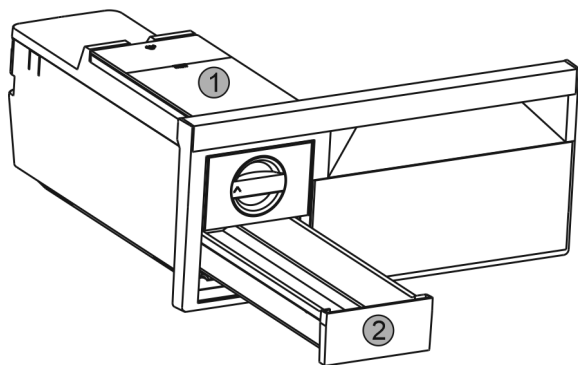

Fig. 37
- ▶ Извлечь бак для воды Fig. 37 (1) и выдвижной ящик для производства кубиков льда Fig. 37 (2).